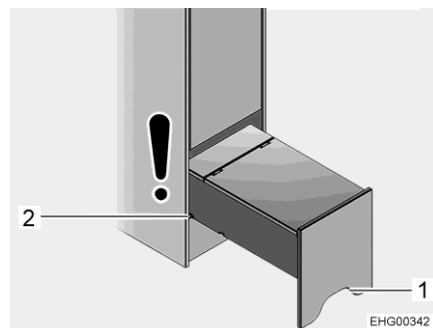

Fig. 95 Dispositivo de ascenso (completamente extraído)
- Agarrar el dispositivo de ascenso por el recorte (Fig. 95,1), levantarlo ligeramente y extraerlo hasta la segunda ranura (Fig. 95,2).